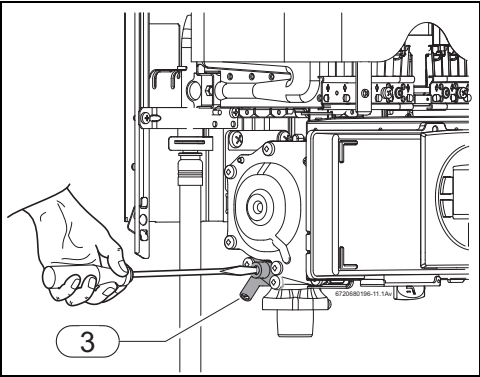

Fig. 26 Parafuso de ajuste do caudal de gás máximo
- ▶ Retirar a selagem do parafuso de ajuste (Fig. 26).
- ▶ Utilizando o parafuso de ajuste (Fig. 26) regular a pressão até atingir os valores indicados na tabela 11.